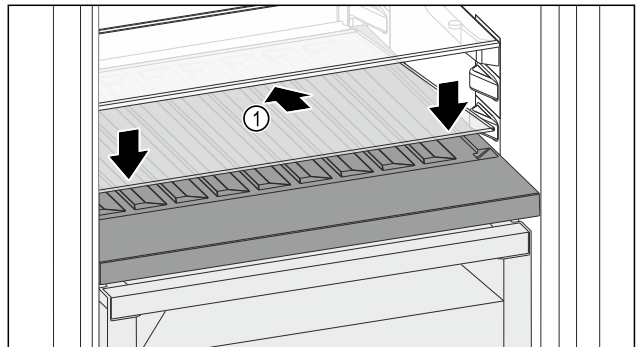

Fig. 147
- Placer la plaque de verre *Fig. 147 (1)* en biais et inclinée vers le bas.
- Abaisser l'avant de la plaque de verre *Fig. 147 (1)*.